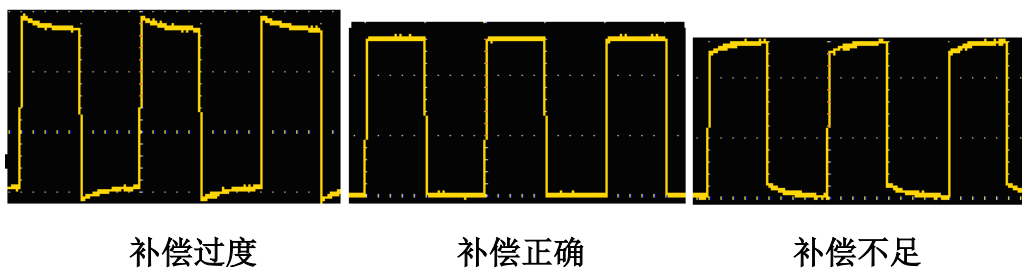
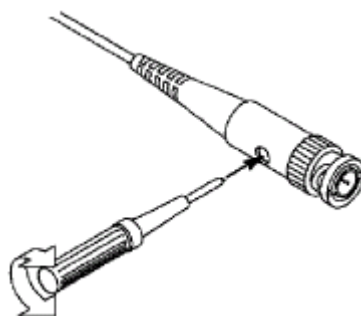

图 3-6: 探头补偿显示波形
图 3-7: 探头调整
2、 检查所显示的波形，调节探头，直到补偿正确。见图 3-6，图 3-7。